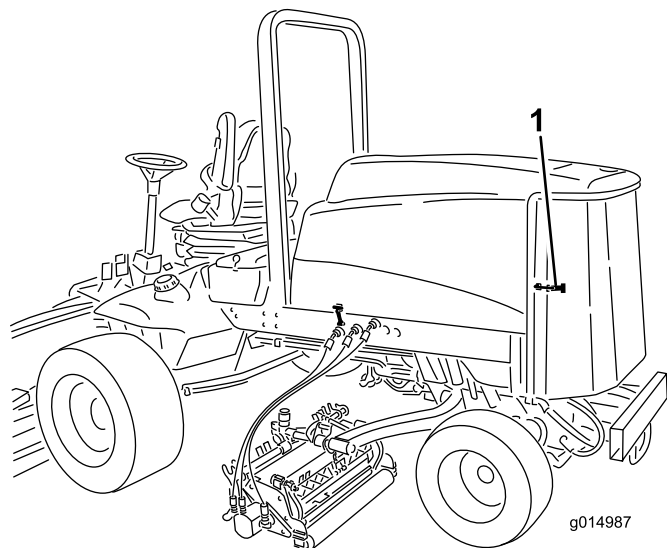

図 70
1. 後スクリーン 図 70 のラッチをはずして後部を開ける。スクリーンを丁寧に清掃する。